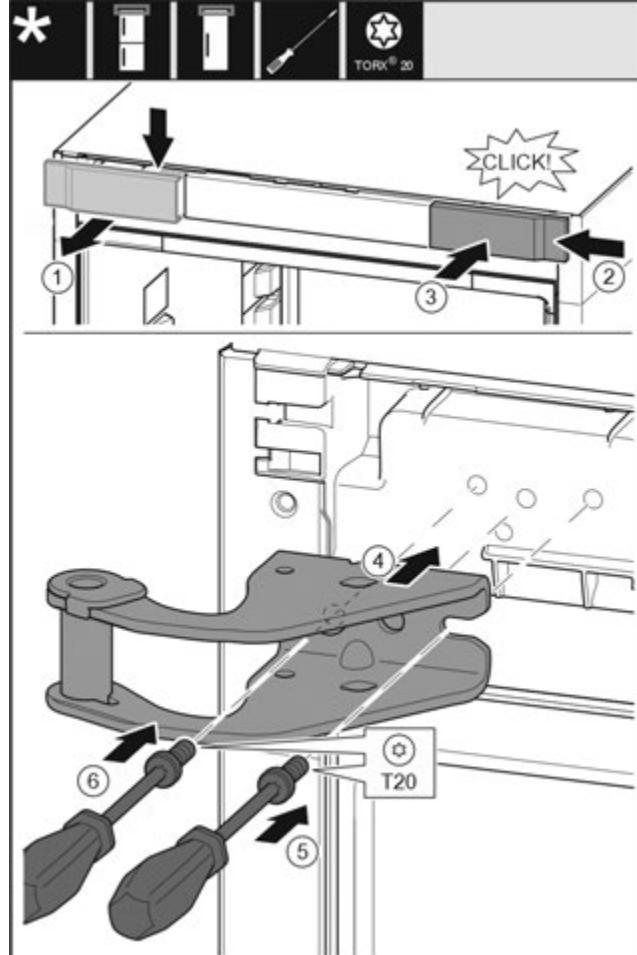

Fig. 31
- Зніміть кришку вгорі вперед. Fig. 31 (1)
- Почепіть кришку, що повернута на 180°, з іншого боку праворуч. Fig. 31 (2)
- Зафіксуйте кришку. Fig. 31 (3)
- Встановіть верхній опорний кронштейн. Fig. 31 (4)
- Встановіть та закрутіть гвинт за допомогою викрутки T20. Fig. 31 (5)
- Встановіть та закрутіть гвинт за допомогою викрутки T20. Fig. 31 (6)